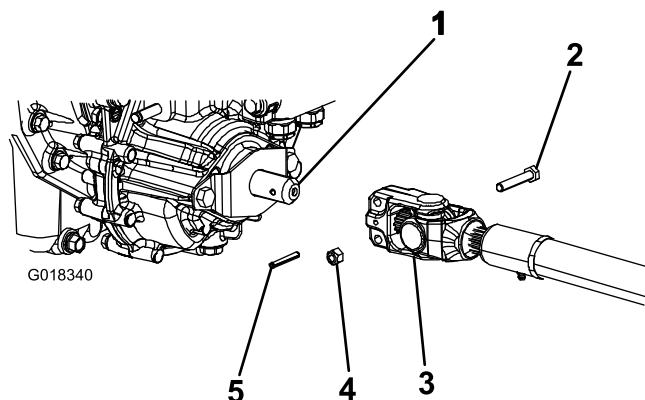

Figura 4
3. Posicione o veio propulsor da tomada de força por baixo da parte frontal da máquina. Certifique-se de que a culatra do veio de deslize do veio propulsor está posicionada na direção do veio propulsor da transmissão (Figura 4)